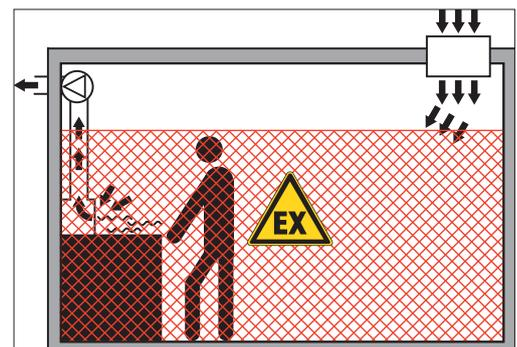

Fig. 2: zone 1 lors de l'utilisation, par ex. transvasement.
- utilisation de liquides facilement inflammables: zone 1, du sol jusqu'à 1 m au-dessus de la hauteur maximale de la surface servant à cette utilisation, sur une distance de 5 m (fig. 2)